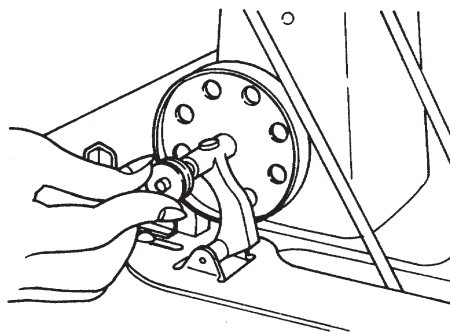
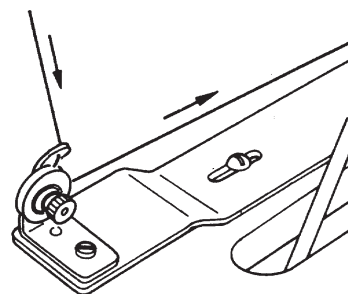
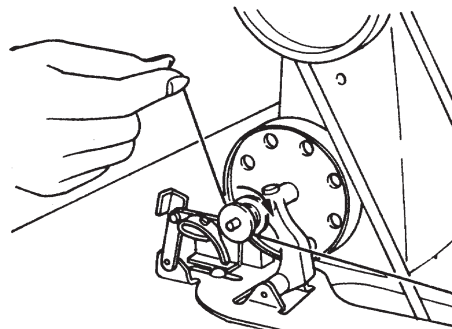
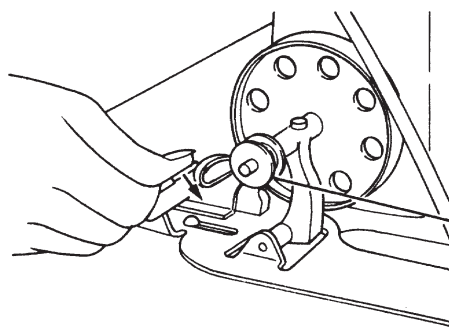

Fig. 19 ① Inserte el carretel en el eje de la polea
Fig. 20 ② Hilo entre los discos de tensión
Fig. 21 ③ Enrolle el hilo en el carretel
Fig. 22 ④ Baje el fiador
① Primero, inserte el carretel en el eje de la polea del bobinador, hasta el fondo. (Fig. 19). ② Saque el hilo del carrete de hilo, páselo por el ojal guía en el herraje de tensión del hilo, enróllelo desde el lado opuesto de los 2 discos de tensión, dirigiéndolos hacia el operario. (Fig. 20). ③ Luego enróllelo 3 a 4 veces alrededor de la bobina, desde el lado inferior. (Fig. 21). ④ Si se hace descender al fiador, hacia adelante, empujándolo con el dedo pulgar, la polea del bobinador tendrá contacto con la correa. (Fig. 22). Haga funcionar la máquina. Cuando en el carretel haya hilo suficiente, se soltará el fiador deteniéndose el bobinador, completando el enrollado del carretel.